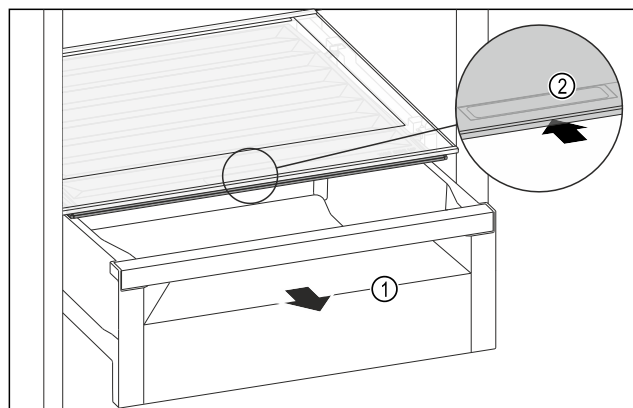

Fig. 189
- Estrarre il cassetto Fig. 189 (1).
- Afferrare la maniglia incassata Fig. 189 (2) sul coperchio dello scomparto e spingere allo stesso tempo all'indietro il coperchio dello scomparto.